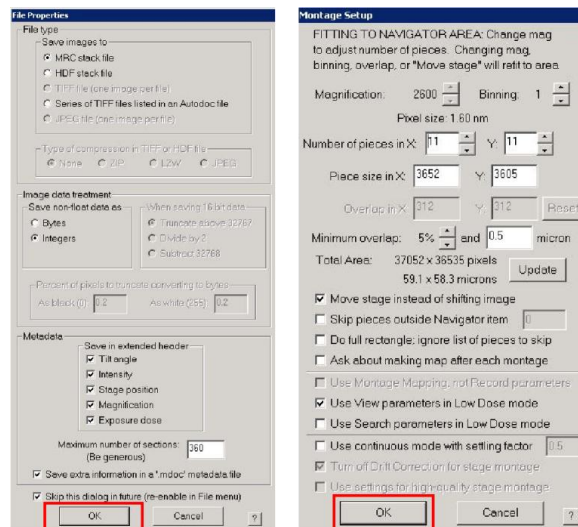

图 24
⑧设置 map 存储: 如图 24 所示, 在 Navigator 窗口中点击 save 并设置存储路径: 点击 X 盘—新建收数据的文件夹。命名 Map, (例: map01, 即“map01.mrc.”)—在 Navigator 窗口中再次点击 save—命名 Map, (例: map01, 即“map01.nav.”), 此后的大地图将由程序自动根据这种模式命名。